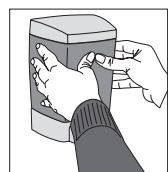

figura 3
2. Desprenda el papel de la parte posterior de la cinta (suministrada). Presione el dispensador firmemente contra la pared y sosténgalo por lo menos 30 segundos para asegurar que la cinta quede completamente adherida a la pared (vea la figura 3).